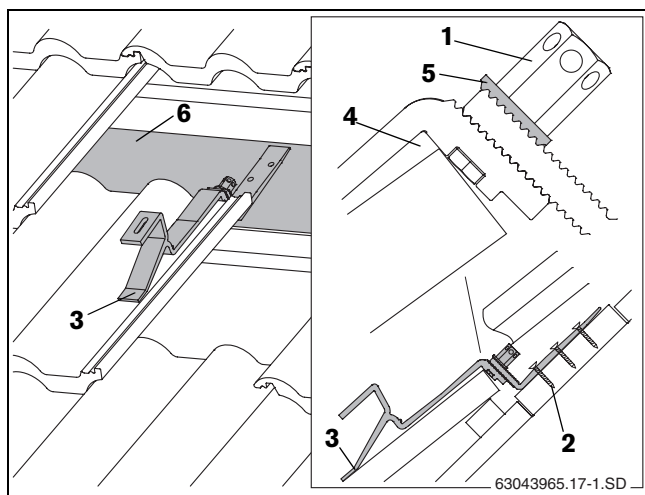

Fig. 39 Crochet monté (pour une meilleure visibilité, certaines tuiles n'ont pas été représentées)
- Poser le support à l'avant sur la tuile de manière à ce qu'il se trouve dans le creux de la tuile en cas de charge (→ fig. 39, [3]).
Le crochet doit avoir un peu de jeu au niveau du bord supérieur de la tuile (→ fig. 39, [4]).
- Glisser le crochet vers le bas jusqu'à ce qu'il repose sur le chevron ou sur les planches/madriers (→ fig. 39, [6]).
La rondelle dentelée (→ fig. 39, [5]) doit s'encaster dans les dents de la partie inférieure du crochet.
- Serrer l'écrou hexagonal long (→ fig. 39, [1]). Pour cela, introduire la clé plate SW5 dans la perforation de l'écrou hexagonal et tourner.
- Fixer la partie inférieure du crochet sur le chevron au moins dans la première (→ fig. 39, [2]) et seconde perforation avec une vis appropriée.